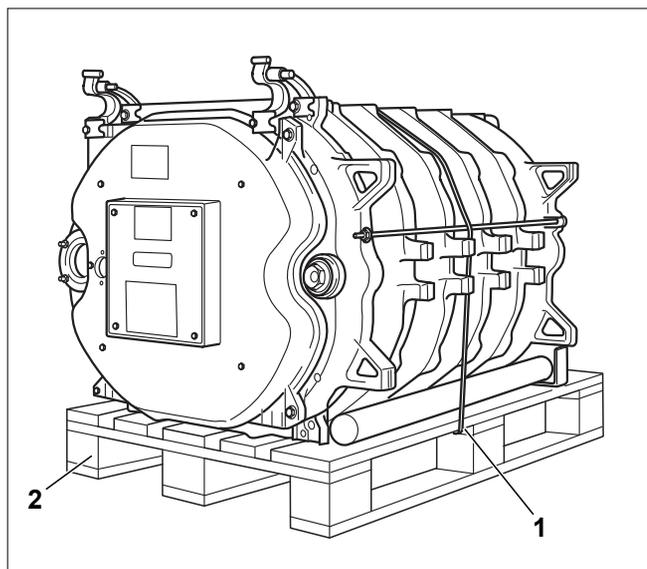

Рис. 18 Котловой блок на поддоне
- ▶ Разрежьте крепёжную ленту (рис. 18, [1]).
- ▶ Перед установкой котла уберите поддон (рис. 18, [2]).